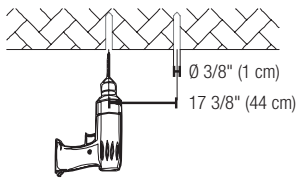

Figure 1-2
1. Use a chalk or sharp tool to mark signs on the top of the ceiling, then drill holes on the signs by electric drill (Figure 1-2).
1. Utilisez une craie ou un outil pointu pour marquer les panneaux sur le haut du plafond, puis percez des trous sur les panneaux à l'aide d'une perceuse électrique (figure 1-2).